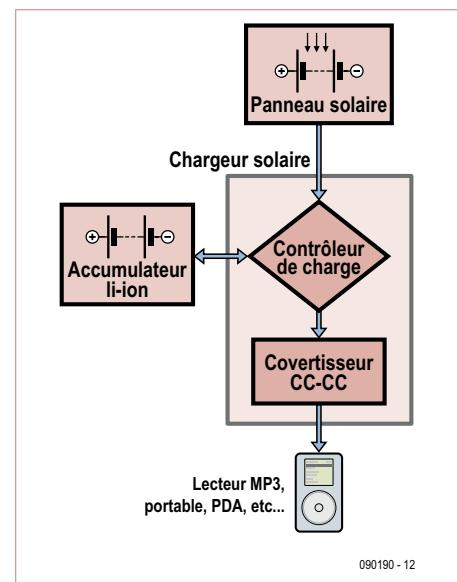
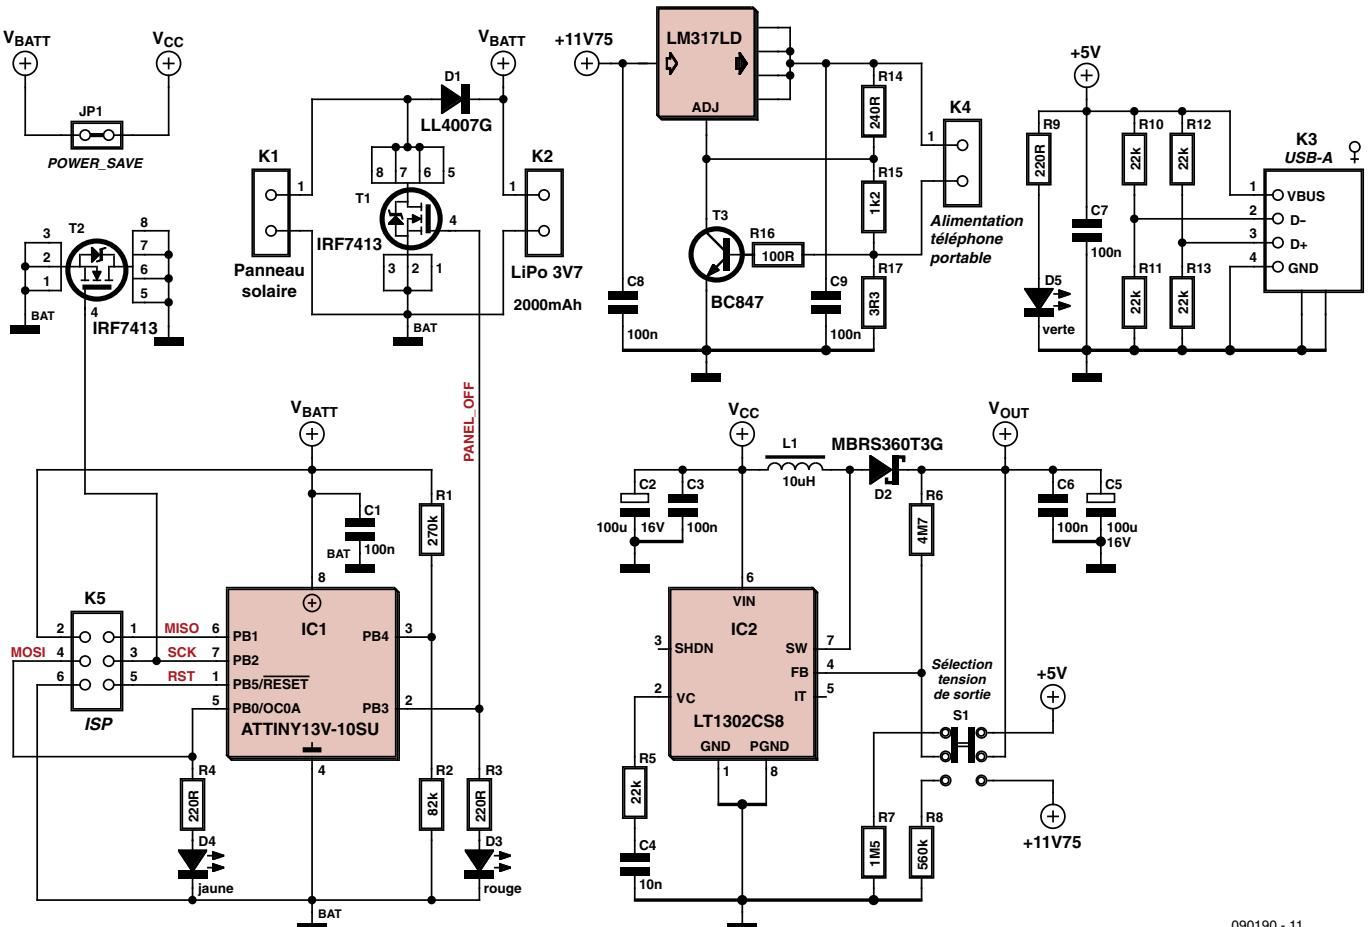

Figure 1. Principe de fonctionnement du chargeur solaire. Le courant provenant du panneau solaire est stocké dans un accumulateur Li-ion.
Figure 2. Circuit du chargeur solaire. Un microcontrôleur ATTiny surveille la charge et la décharge de l'accumulateur tampon.
- 1) Le régulateur de charge pour l'accumulateur lithium-ion et un convertisseur DC/DC qui augmente la tension de l'acco (entre 3,0 et 4,15 V) à une valeur plus élevée et constante (**figure 1**). 2) La partie maîtresse du circuit dans la **figure 2** est un microcontrôleur ATtiny13 d'Atmel qui surveille la tension de la pile et commande en conséquence la cellule photovoltaïque et la sortie.